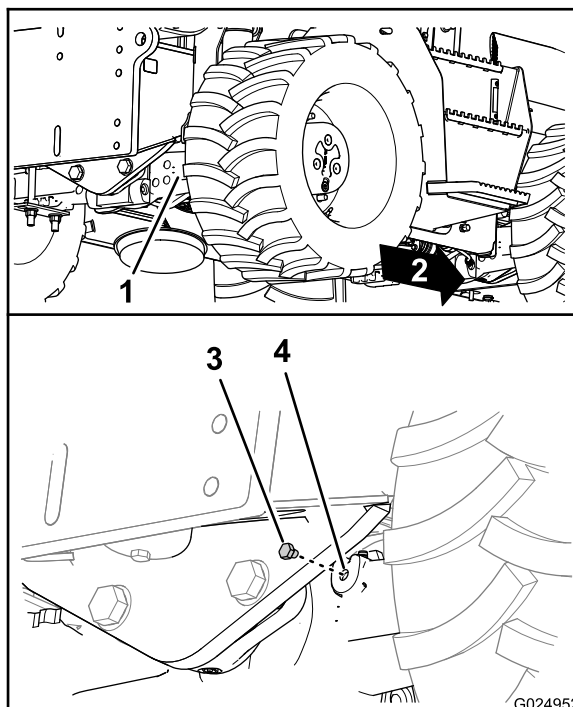
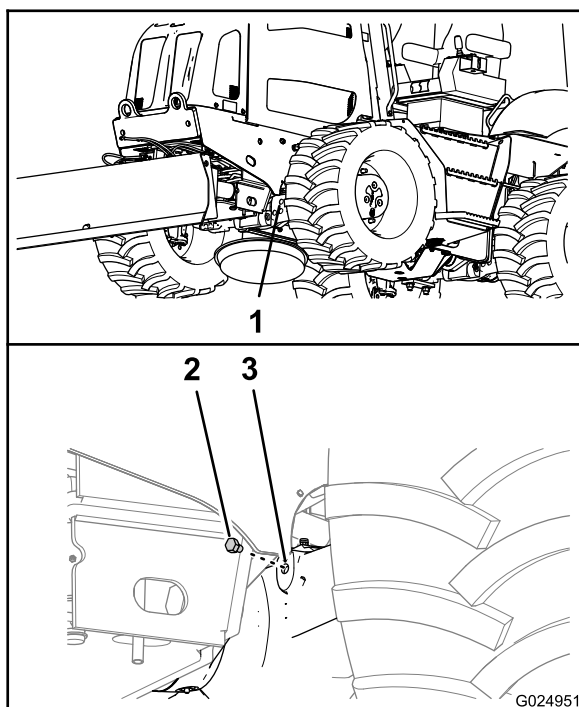

Рисунок 87
Рисунок 86
3. Посмотрите сквозь смотровое отверстие и убедитесь, что уровень масла находится на нижней части резьбы отверстия (Рисунок 86 и Рисунок 87).
6. Заверните пробку в смотровое отверстие картера ведущей шестерни моста (Рисунок 86 и Рисунок 87).